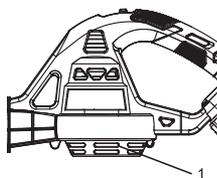

Fig. 9
1. Tournez le souffleur/balai sur le côté droit (Fig. 9).
2. Enlevez soigneusement tous les débris de la grille d'aspiration d'air (1).